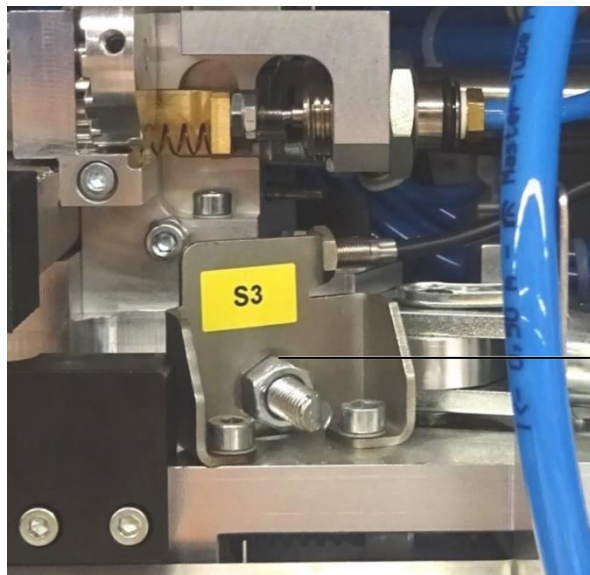

Fig. 34: Montasje hylseholderenhet
- Løsne muttere (fig. 34, pos. 1)